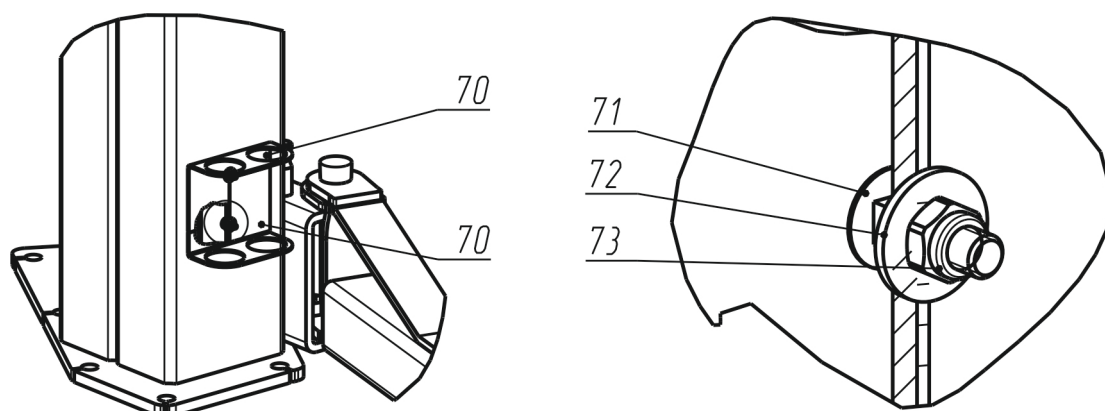

Рисунок 6.10 – Установка подставок
6.16 Для установки подставок (см. Рисунок 6.10) необходимо поднять и установить каретку на стопор.